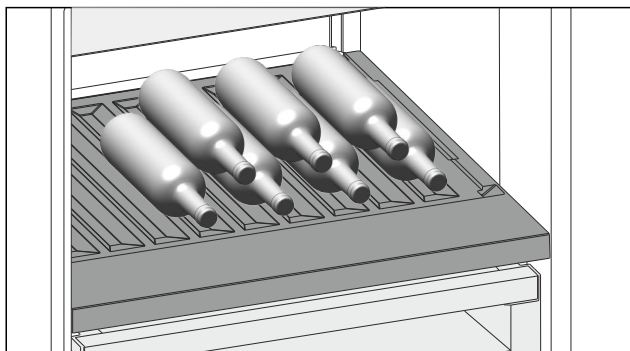

Fig. 117
- ▶ Wkładać butelki dnem ustawionym do tyłu, w kierunku ścianki tylnej. (patrz Fig. 117)